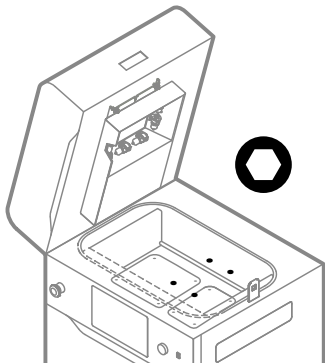

Abb. 12.22 Entferne die Schrauben des Print Beds.
15. Löse mit einem 2,5-mm-Inbusschlüssel die vier Schrauben, mit denen die Print Bed-Abdeckung befestigt ist, und entferne sie (Abb. 12.22).